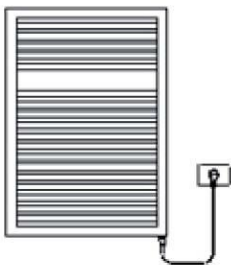

Abb. 2b
- Beispiel für eine korrekte Installation des Badheizkörpers mit Steuerung Typ 6 (Abb. 2b).